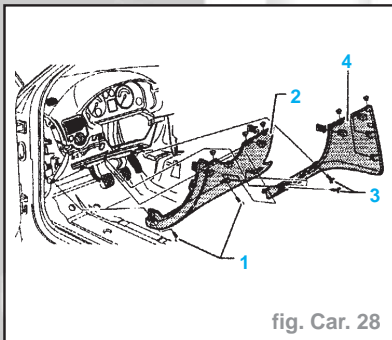

fig. Car. 28
**Nota :** Le démontage du cache gauche s'effectue de la même façon que pour le cache droit (1).
- Dévisser entièrement les deux vis (1) (fig. Car. 28).
- Déclipser le haut du revêtement (2).
- Dévisser entièrement les deux vis (3).
- Déclipser le haut du revêtement (4).